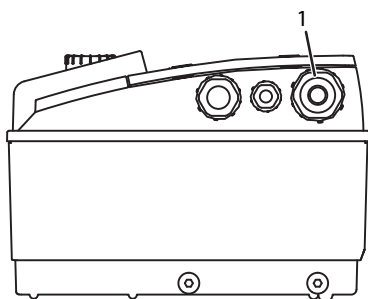

Fig. 22: Kabelforskruning M25
- Nettilslutningsledningen skal føres gennem kabelforskruning M25 (fig. 22, pos. 1).